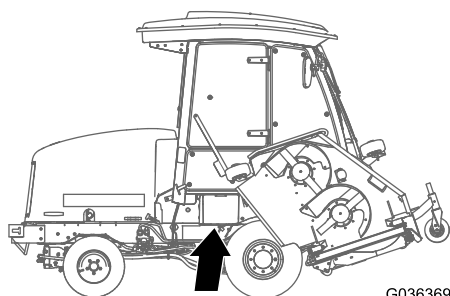

Figura 83
1. Abra la tapa de la batería, situada en el lado de la cubierta (Figura 83).
Nota: Presione hacia abajo sobre la superficie plana situada encima de la tapa de la batería para facilitar la apertura de la tapa (Figura 83).